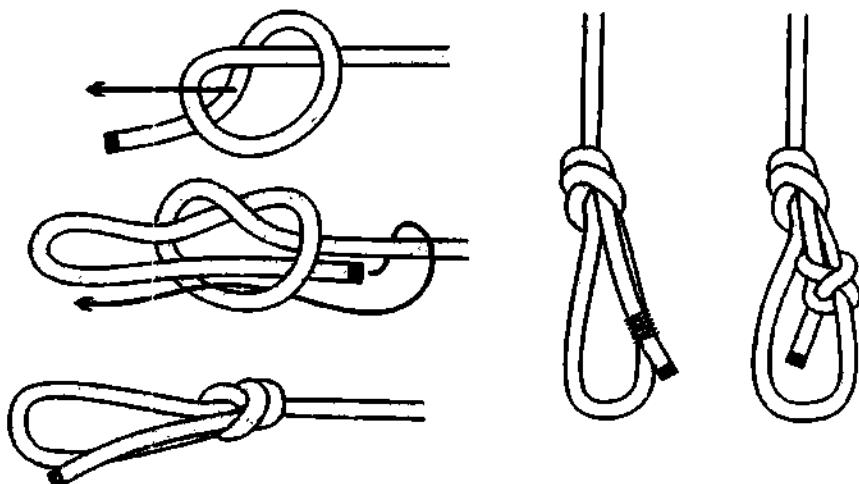

Рис. 263. **Полупроводник.**
**Полупроводник** представляет собой «недовязанный» **проводник (дубовую петлю)** (рис. 263). Если ходовой конец у **полупроводника** обнести вокруг рабочей петли и пропустить в **простой узел**, получится **проводник**. В отличие от **простого проводника**, **полупроводник** легко развязывается. Не смотря на свою простоту **полупроводник** достаточно крепкий узел. Перед использованием узел необходимо расправить и обтянуть – сначала затянуть **простой узел**, а затем обжать шлаг ходового конца.